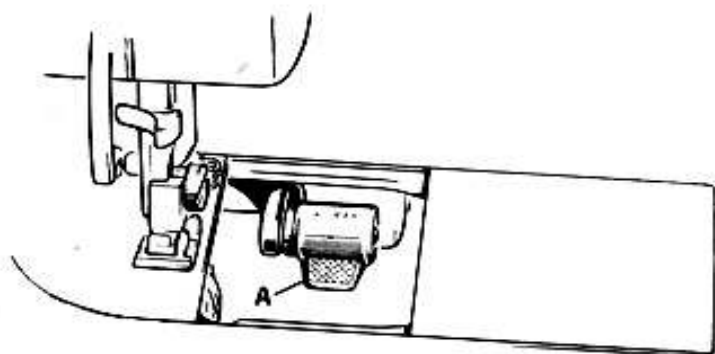

Fig. 15
- Press lever « A » (Fig. 15).